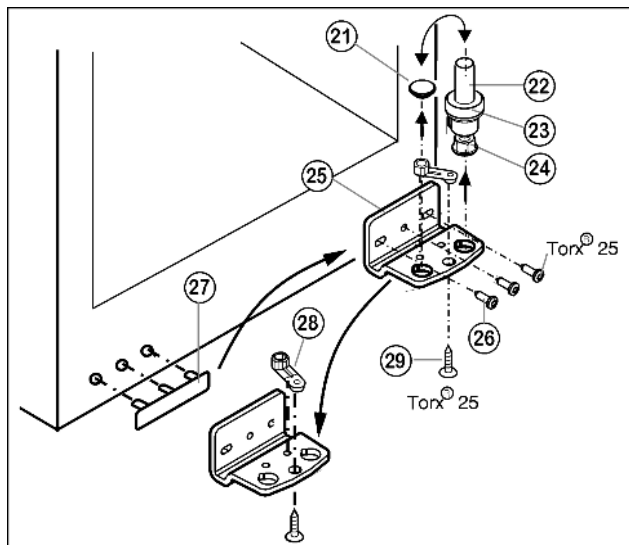

Fig. 5
- ▶ Trzpień zawiasu Fig. 5 (22) kompletny, z podkładką Fig. 5 (23) i nóżką Fig. 5 (24), wyciągnąć do góry.
- ▶ Unieść zatyczki Fig. 5 (21).
- ▶ Odkręcić Fig. 5 (25) płytkę zawiasu Fig. 5 (26).
- ▶ Odkręcić element zawiasu Fig. 5 (28), przenieść do przeciwległego otworu zawiasu i tam dokręcić.
- ▶ Zdjąć i przenieść osłonkę po stronie uchwytu Fig. 5 (27) na przeciwległą stronę.
- ▶ Przykręcić mocnopłytkę zawiasu Fig. 5 (25) na nowej stronie (z siłą 4 Nm), w razie potrzeby za pomocą wkrętarki akumulatorowej.
- ▶ Zatyczki Fig. 5 (21) ponownie włożyć do innego otworu.
- ▶ Trzpień zawiasu Fig. 5 (22) kompletny, z podkładką i nóżką włożyć ponownie. Przy tym zwrócić uwagę, by krzywka zatrzaskowa wskazywała do tyłu.
- ▶ Założyć drzwi od góry na dolny sworzень zawiasu Fig. 5 (22).
- ▶ Korzystając ew. z obu podłużnych otworów w dolnej płytce zawiasu Fig. 5 (25) ustawić drzwi w jednej linii z obudową urządzenia. W tym celu wykręcić środkową śrubę.